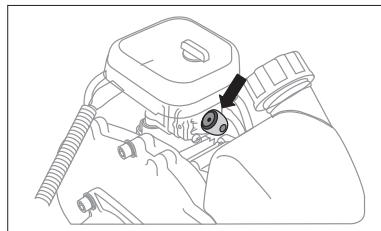

fig. 8
3. Drücken Sie 5-7-mal den transparenten Deckel des manuellen Kraftstoffaufblasens (Primer), der sich zwischen dem Luftfilter und dem Kraftstofftank befindet, um den Vergaser mit dem Kraftstoffgemisch zu füllen (Abb. 8). Das zu pumpende Kraftstoffgemisch sollte durch den transparenten Deckel des Knopfes betrachtet werden. Wenn das Kraftstoffgemisch den Deckel nicht füllt, drücken Sie den Primer erneut.